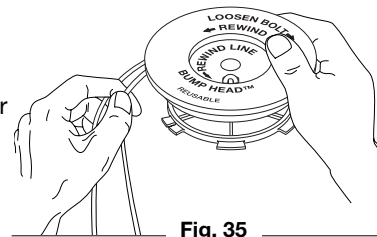

Fig. 35
- Enroulez les fils en couches uniformes serrées sur le moulinet (Fig. 35). Enroulez le fil dans le sens indiqué sur le moulinet intérieur. Placez votre index entre les deux fils pour les empêcher de se superposer. Ne superposez pas les extrémités du fil. Passez à l'étape 11.